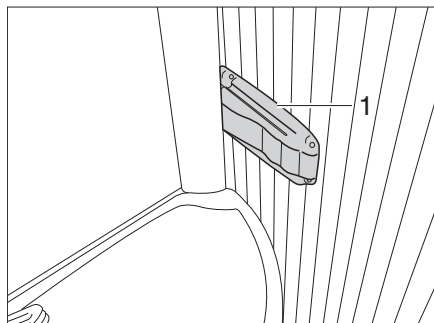

Bild 295 Vario-Toilette, Arretierung der Duschwand
- Arretierung (Bild 295,1) rechts am Waschbeckenrand eindrücken und am Waschbecken leicht ziehen. Das Waschbecken bewegt sich mit der Rückwand nach vorn.